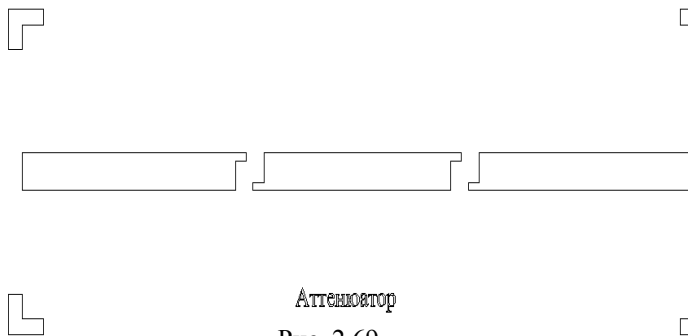

Рис. 2.69
- Сделайте активным окно топологии схемы и выберите в меню **Layout>Export**. Выберите тип файла **DXF(DXF Flat, \*.dxf)** и нажмите **Сохранить**. Топология в AutoCAD будет выглядеть, как показано на рис. 2.69.